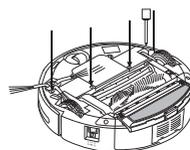

Abbildung 1
1. Ein. Die Schraube des linken / rechten Rad durch den Schraubendreher. (Siehe Abbildung 1)